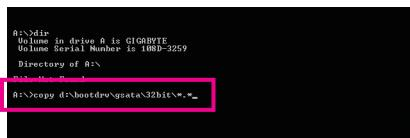

図 1
- GIGABYTE SATA2 の場合、以下を入力します(図 1):^(注)